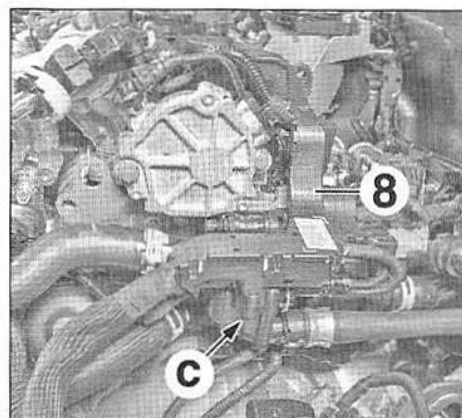

FIG.100
- Débrancher les connecteurs (6) des injecteurs.
- Dégrafer le faisceau (7) en (a).
- Libérer le faisceau (7) en (b).
- Déposer le support du faisceau (8) après l'avoir déverrouillé en (c) (Fig.100).